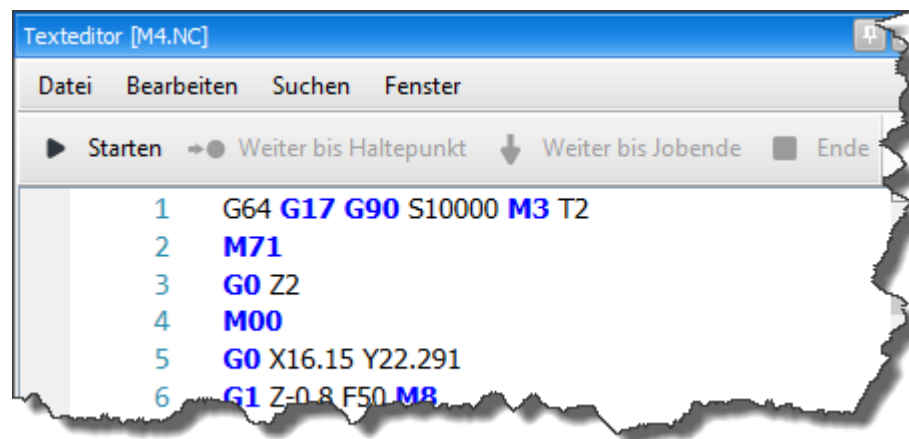

Abbildung 1: Durch klicken auf "Starten" wird die DIN66025 Datei zeilenweise ausgeführt
1. Syntaxhervorhebung für DIN66025 markiert die Befehle blau an (siehe Abbildung 1).
2. **Neu ab 5** G-Code Befehle können zeilenweise oder bis zur einer Stelle ausgeführt werden (siehe Abbildung 1). Klicken Sie auf Rand an der gewünschten Zeile um Haltepunkt festzulegen. Durch klicken auf "Weiter bis Haltepunkt" werden alle Befehle bis Haltepunkt ausgeführt. Der Befehl "Weiter bis Jobende" führt die Datei bis Ende durch, hingegen der